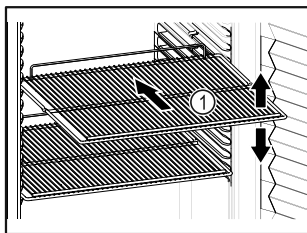

Fig. 57
- Ha a tároló rácsok Fig. 57 (1) áthelyezhetők, akkor igazítsa be őket a kívánt magasságnak megfelelően.